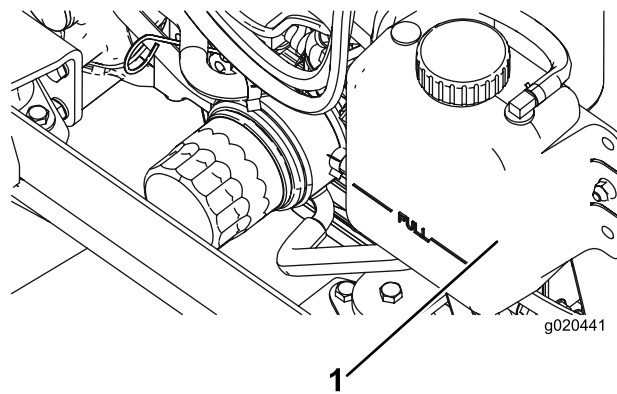

Figura 11
1. Retire cuidadosamente el tapón del radiador y el tapón del depósito de expansión (Figura 11).